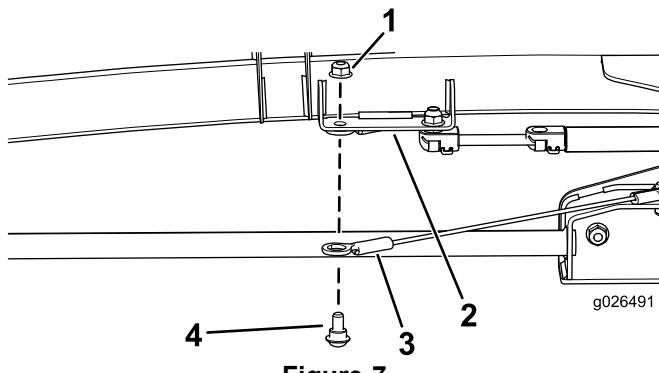

Figure 7
- Fixez l'autre extrémité du câble dans le trou de support d'amortisseur avant du cadre de la cabine au moyen d'un boulon à épaulement (5/16 x 1/2 po) et un contre-écrou (5/16 po), comme montré à la Figure 7.